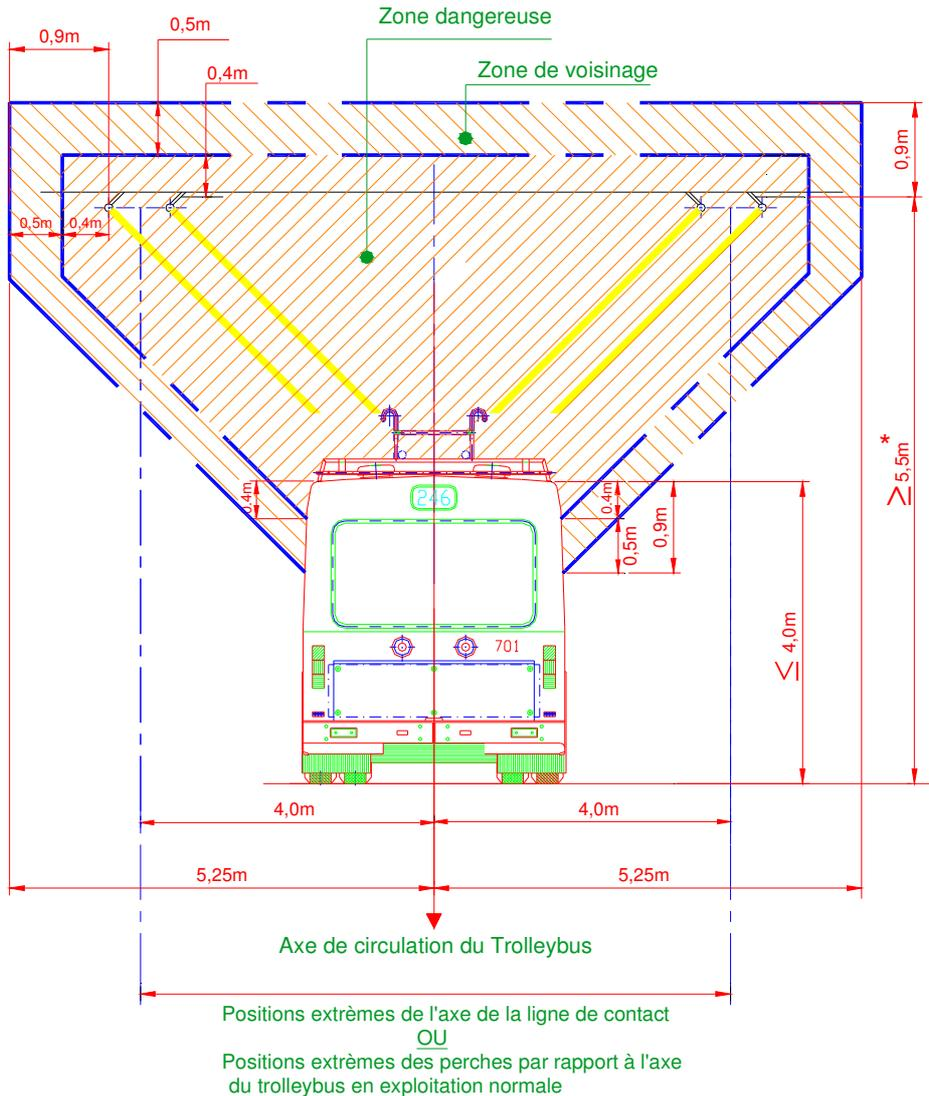

Figure 3
(OCF/DE OCF 44.c, ch. 8.3 et EN 50122-1, chiffre 5 figure 3)
- Que la protection de longueur H1 soit plus basse d'au moins de 0,9m par rapport au toit du trolleybus (voir figures 3 et 4)
0,5 m (zone de voisinage, voir figure 3)
Ainsi dans le cas exceptionnel de décâblage les perches sont retenues par la protection de hauteur $H3$ (fig. 6) + hauteur du hauban (5,5 m minimum, fig.3), soit au moins 8,5 m (hauteur maximum de la perche : 8,1 m)